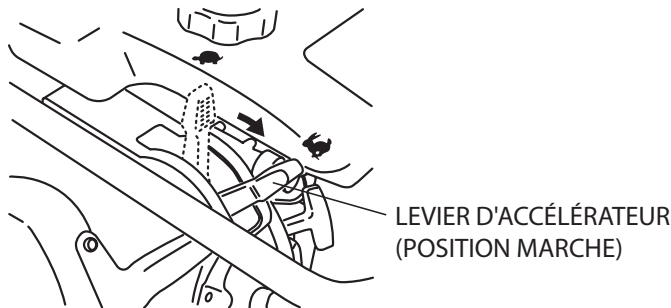

Figure 10. Levier d'accélérateur (Position marche)
1. Pour amorcer l'action de compactage du dameur, déplacer le levier d'accélérateur (Figure 10) rapidement de la position **RALENTI** à **MARCHE** (☛) position. **NE PAS** déplacer le levier d'accélérateur lentement, car cela pourrait causer des dommages à l'embrayage ou au ressort.